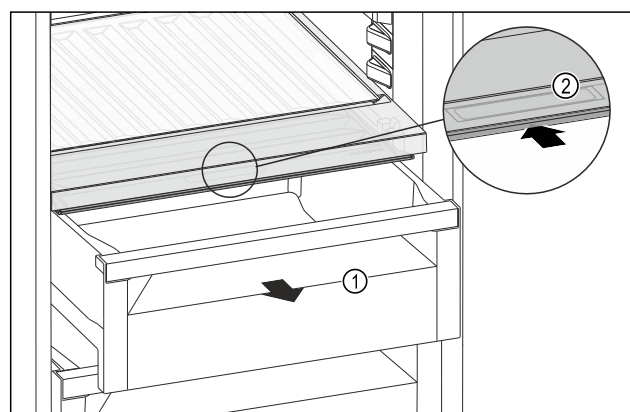

Fig. 89
- ▶ 拉出抽屉 Fig. 89 (1)。
- ▶ 抓住抽屉盖上的内嵌式拉手 Fig. 89 (2)，并同时向后推入抽屉盖。